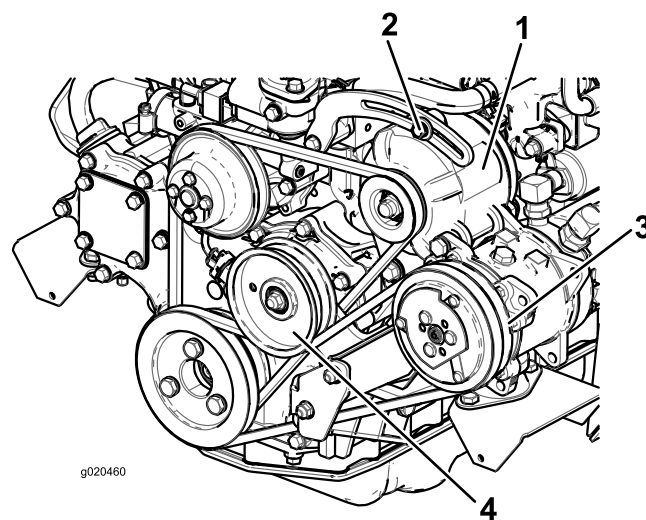

図 69
100 運転時間ごとにベルト図 69 の劣化状態および張り具合を点検してください。
2. たわみが 10mm でない場合には、オルタネータ取り付けボルトをゆるめる図 69。適当な張りに調整してボルトを締める。ベルトのたわみが適切に調整されたことを確認する。
2. たわみが 10mm でない場合には、アイドラプリー取り付けボルトをゆるめる図 69。コンプレッサベルトの張りを調整し、ボルトを締め付ける。もう一度ベルトのたわみを点検し、適切に調整されたことを確認する。